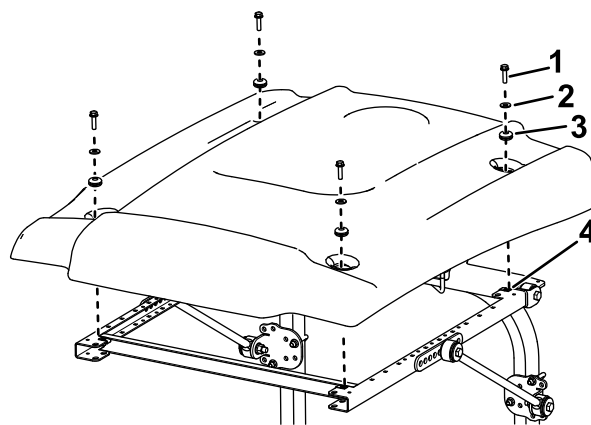

Figura 21
16. Durante l'allineamento dei fori di montaggio, posizionate il parasole sul telaio come mostrato in Figura 21.
17. Montate, senza serrarlo, ciascun angolo del parasole sul telaio con un bullone a testa flangiata (5/16" x 1") con una rondella piccola e un gommino (Figura 21).